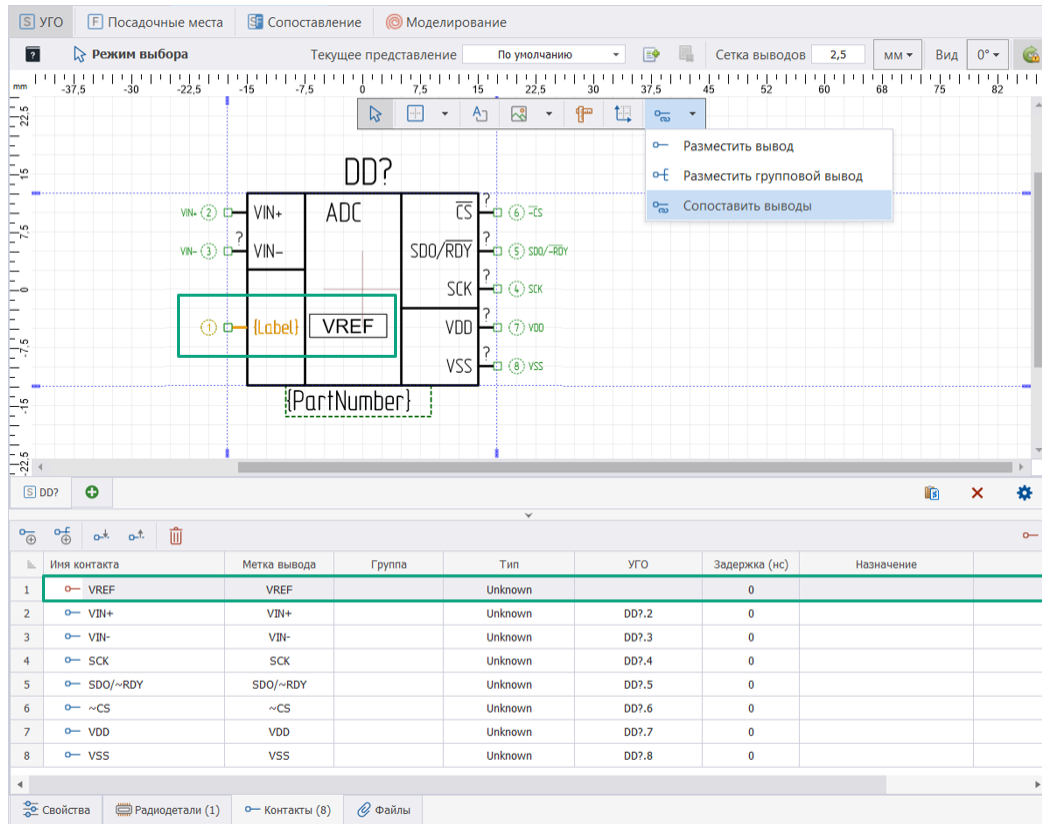

Рис. 281 Работа инструмента «Сопоставить вывод»
3. Под курсором при наведении на вывод УГО отображается его имя и метка, см. Рис. 281.